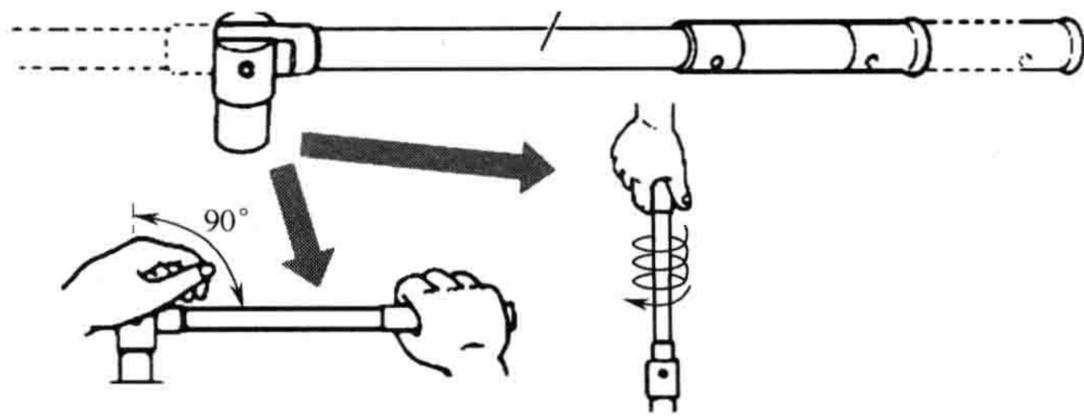

图 1-17 旋转手柄的使用方法
② 旋转手柄也称摇头手柄或扳杆，可用于拆下或更换要求大扭矩的螺栓或螺母，也可在调整好手柄后进行迅速旋转，如图 1-17 所示。但手柄很长，很难在狭窄空间下使用。旋转手柄头部可以作铰式移动，这样可以根椐作业空间要求调整手柄的角度进行使用。